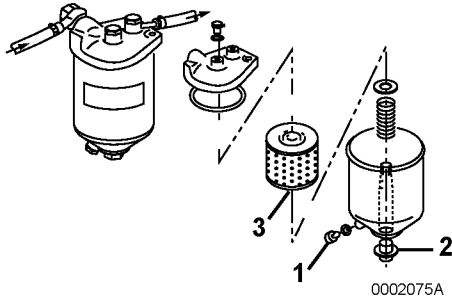

Figure 4
2. Desserrez le bouchon de purge (**Figure 4, (1)**) au fond du filtre de carburant / séparateur d'eau et purgez l'eau et les impuretés.
3. Retirez le boulon de centrage (**Figure 4, (2)**) pour démonter le filtre de carburant/séparateur d'eau. Nettoyez l'élément (**Figure 4, (3)**) à l'intérieur avec du carburant propre.